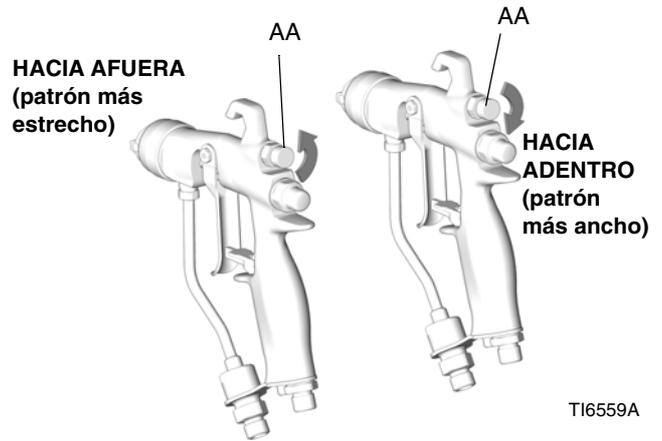

FIG. 7. Perilla de aire del patrón
- Consulte FIG. 7. Cierre el aire de ajuste del patrón; para hacerlo gire completamente la perilla (AA) en el sentido de las agujas del reloj (hacia adentro). Esto ajusta la pistola para el patrón más ancho.
- Consulte FIG. 7. Para obtener un patrón más estrecho, gire la perilla de la válvula de ajuste de patrón (AA) en sentido contrario a las agujas del reloj (hacia afuera). Si el patrón aún no es suficientemente estrecho, aumente levemente la presión de aire a la pistola o utilice una boquilla de tamaño diferente.